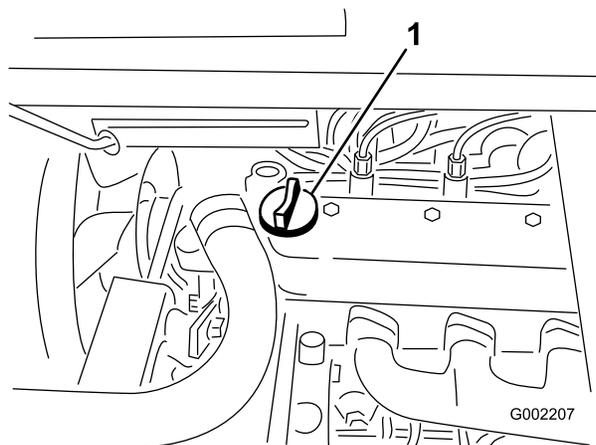

Figura 19
4. Si el nivel de aceite es bajo, retire el tapón de llenado de la cubierta de la válvula (Figura 19) y añada aceite por el orificio hasta que el nivel llegue a la marca Lleno de la varilla; el tipo y la viscosidad correctos figuran en la sección Mantenimiento del aceite de motor \(página 41\).